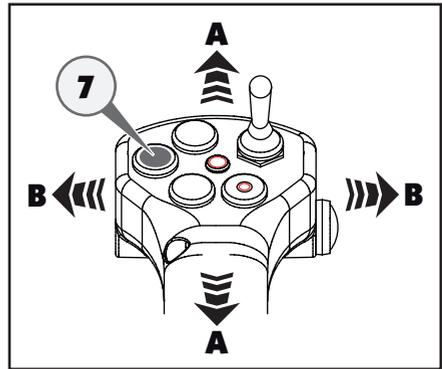

Abb. 5.112
Wenn der Joystick in die in der Abbildung (Abb. 5.112) gezeigten Richtungen bewegt und gleichzeitig die Sicherheitstaste (Totmannschaltung) gedrückt wird, dann werden durch Drücken der roten Taste (7) die Hydraulikanschlüsse gemäß der Darstellung in der Abbildung gespeist (siehe Abb. 5.113-5.114).